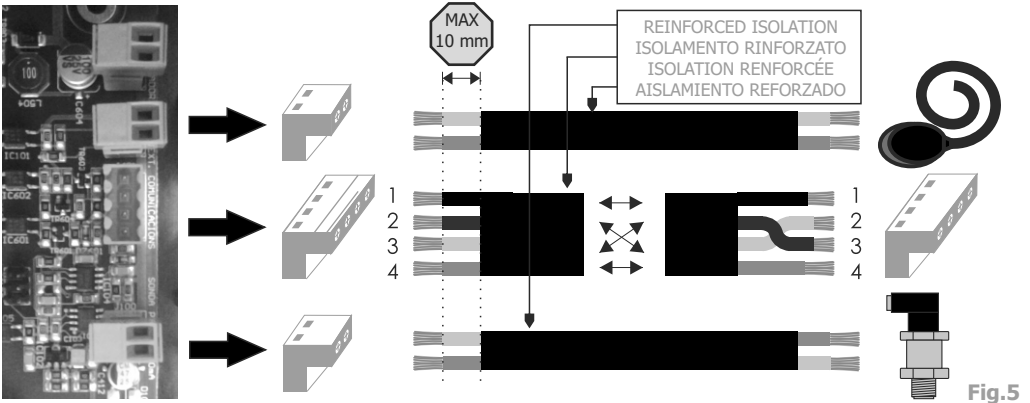

Fig.5
4. Fare il collegamento come è indicato in fig. 5.
4. Realizar el conexionado como se indica en la fig. 5.